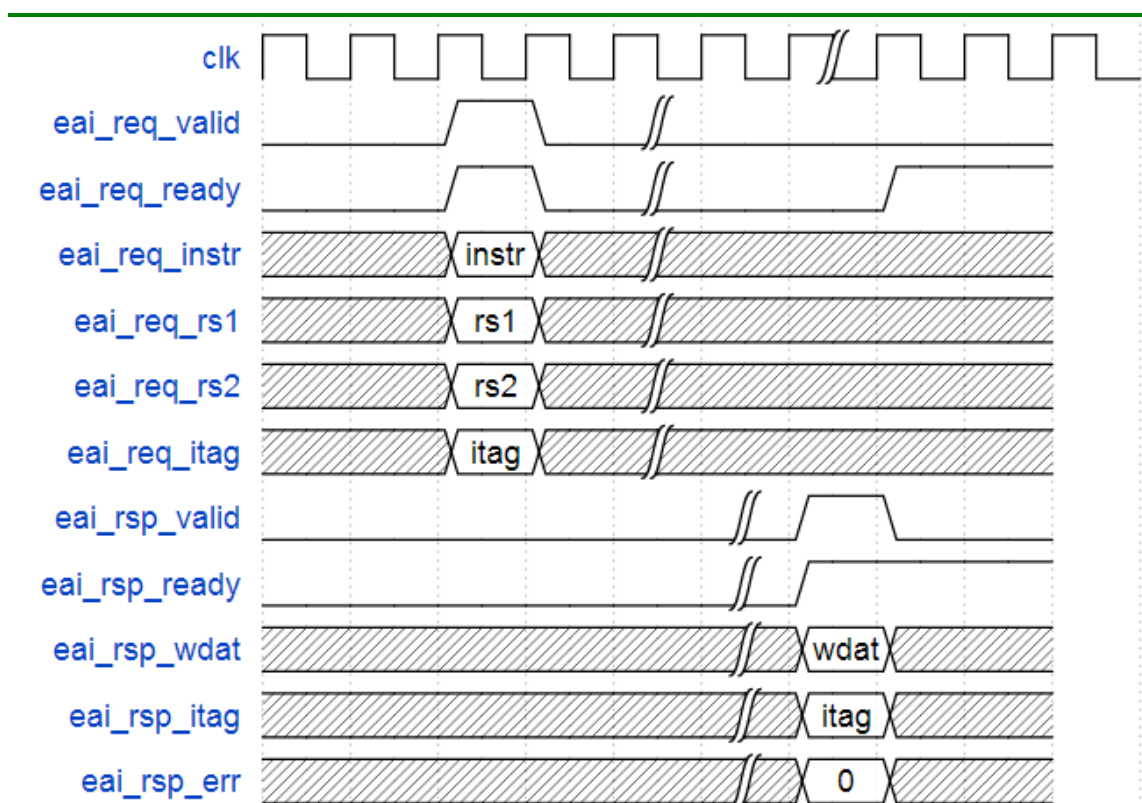

图 2-5 协处理器阻塞式多周期返回结果
- 主处理器向协处理器通过 EAI 的 Request Channel 派发指令，协处理器需要多个周期才能返回结果，且协处理器是阻塞式的，因此其不能接受新的指令（将 eai_req_ready 拉低），直至其通过 EAI 的 Response Channel 返回计算结果且被主处理器接收，如图 2-5 所示。